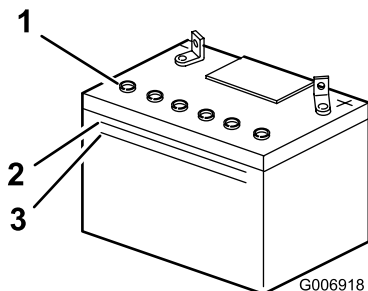

Figura 28
2. Mire hacia el lateral de la batería. El electrolito debe llegar a la línea superior (Figura 28).
Nota: No permita que el electrolito esté por debajo de la línea inferior (Figura 28).
3. Retire los tapones de ventilación de la batería (Figura 28).
5. Espere de cinco a diez minutos después de llenar las células de la batería. Añada agua destilada, si es necesario, hasta que el nivel de electrolito llegue a la línea superior (Figura 28) de la caja de la batería.